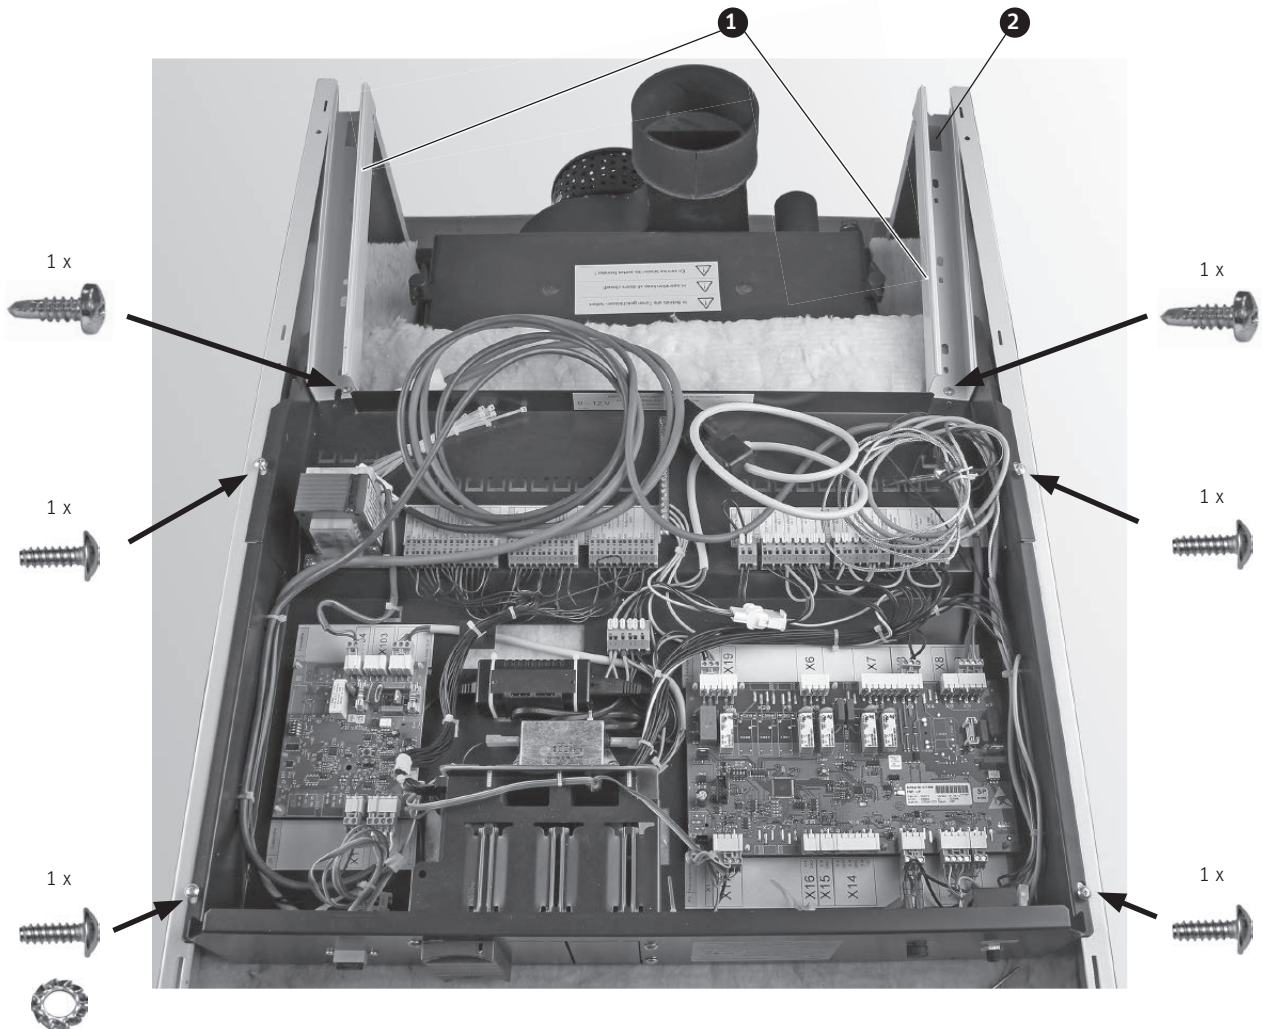

Fig. 66 Avvitare appena il quadro di comando e serrare i guidacavi
- ▶ Appoggiare il quadro di comando sulle pareti laterali e fissarlo appena con 2 viti per lamiera e 1 anello a dente di sega per la messa a terra su ciascun lato – Fig. 66.